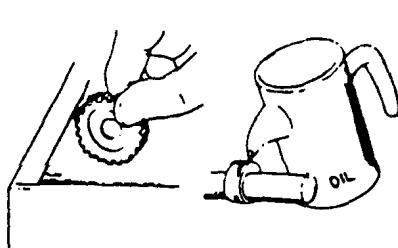

图 1-3
5. 分解零部件后，需检查测定的零部件应清洗，组合时，各零部件之间的摩擦面应涂机油润滑，见图 1-3。